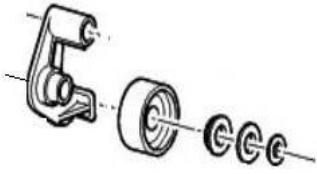

Fig. 1
- Asegúrese de que las placas base estén limpias y libres de óxido, polvo o restos de hidrocarburos sólidos, esto puede generar una desalineación en el rodamiento, que como consecuencia producirá un torque incorrecto del tensor durante la instalación y un daño irreparable durante la marcha del motor. (fig. 1 y 2)